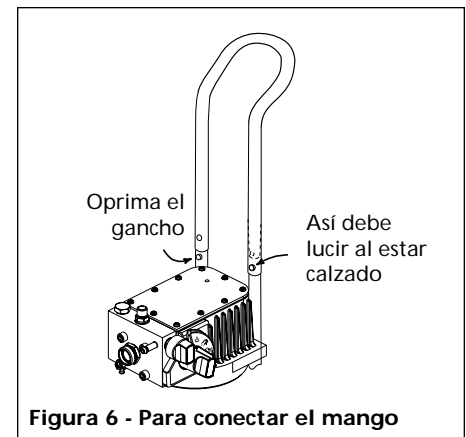

Figura 6 - Para conectar el mango
7. Párese detrás de la unidad y sostenga el mango por los extremos inferiores. Con los dedos oprima los ganchos y continúe empujando el mango hasta que comience a calzar. Finalmente continúe empujando coamanos en la parte superior del mango hasta que haya calzado por completo (Vea la Figura 6).